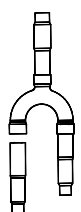

Fig. 1
- a. Abb.1 zeigt ein Abzweig mit dem zu verwendenden Rohranschluss Ø 15.9. Den weiteren Schritt zeigt Abb.2.